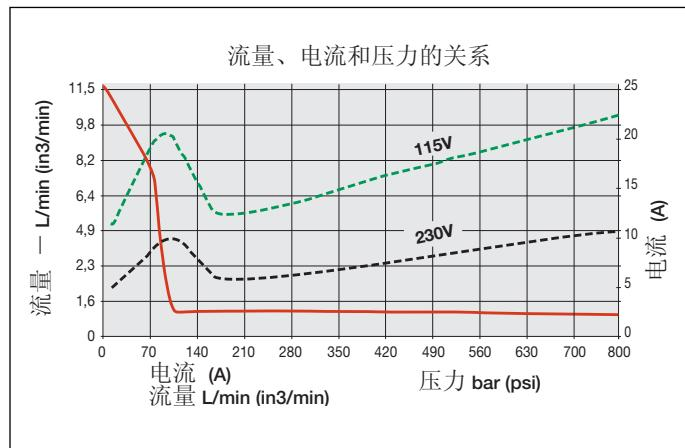

图 1 – 流量图
#### 3.2 流量图 (见图 1)
- 由客户提供断线和线路保护。线路保护应为在最高使用压力下电机满负荷电流的 115% (见图 1)。
\*Actual power consumption depends on the application. See Figure 1.